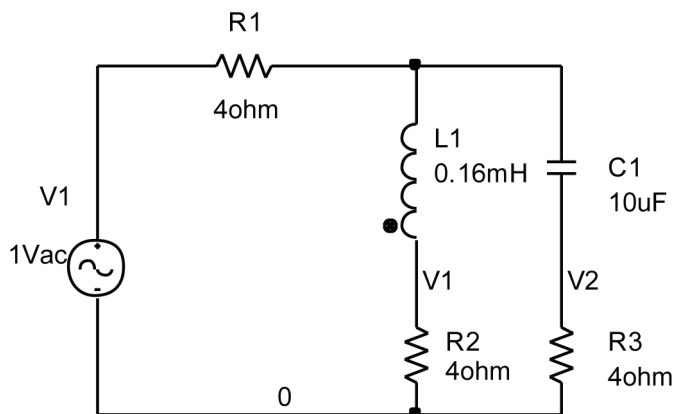

Figura 8.17
**Soluzione.** In Figura 8.17 è riportato lo schema ottenuto con *Capture*. Si è assegnato un nome ai pin dei due resistori (V1 e V2) con **Place Net Alias**. Il generatore ha ampiezza 1 V e fase 0°. Si noti la condizione (13.81) del libro:  $L = 16 C$ .